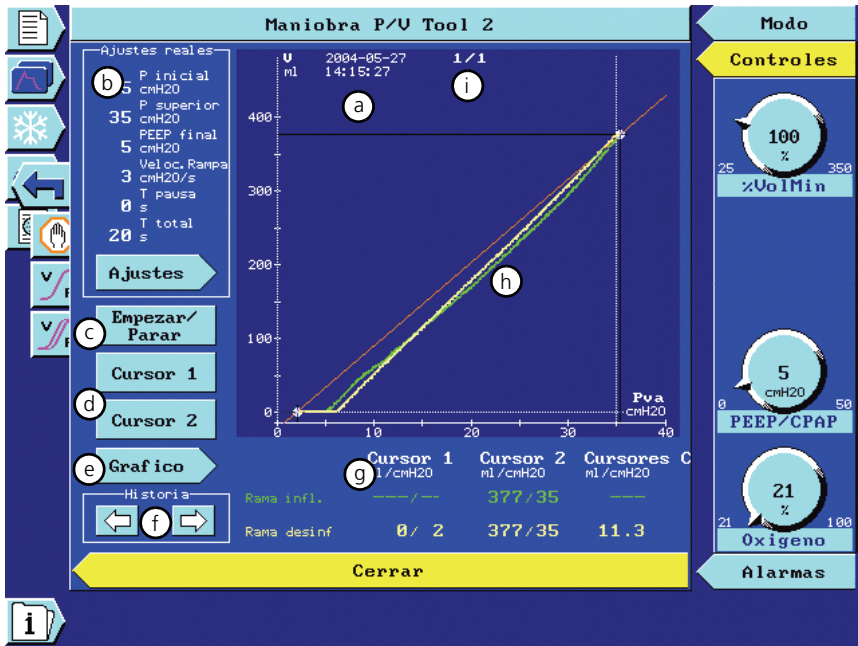

Figura 7-6. Ventana de Maniobra P/V Tool 2
2. Seleccione y active **OK** para continuar. Se abrirá la ventana de **Maniobra P/V Tool 2** (Figura 7-6).
La función Historia permite monitorizar los cambios en el paciente y la eficacia del tratamiento en el tiempo. Seleccione y active las flechas del cuadro **Historia** (Figura 7-6) para recuperar una curva de cualquier maniobra anterior. El número de curvas almacenadas depende del espacio de almacenamiento necesario para contenerlas y es como mínimo de cinco.